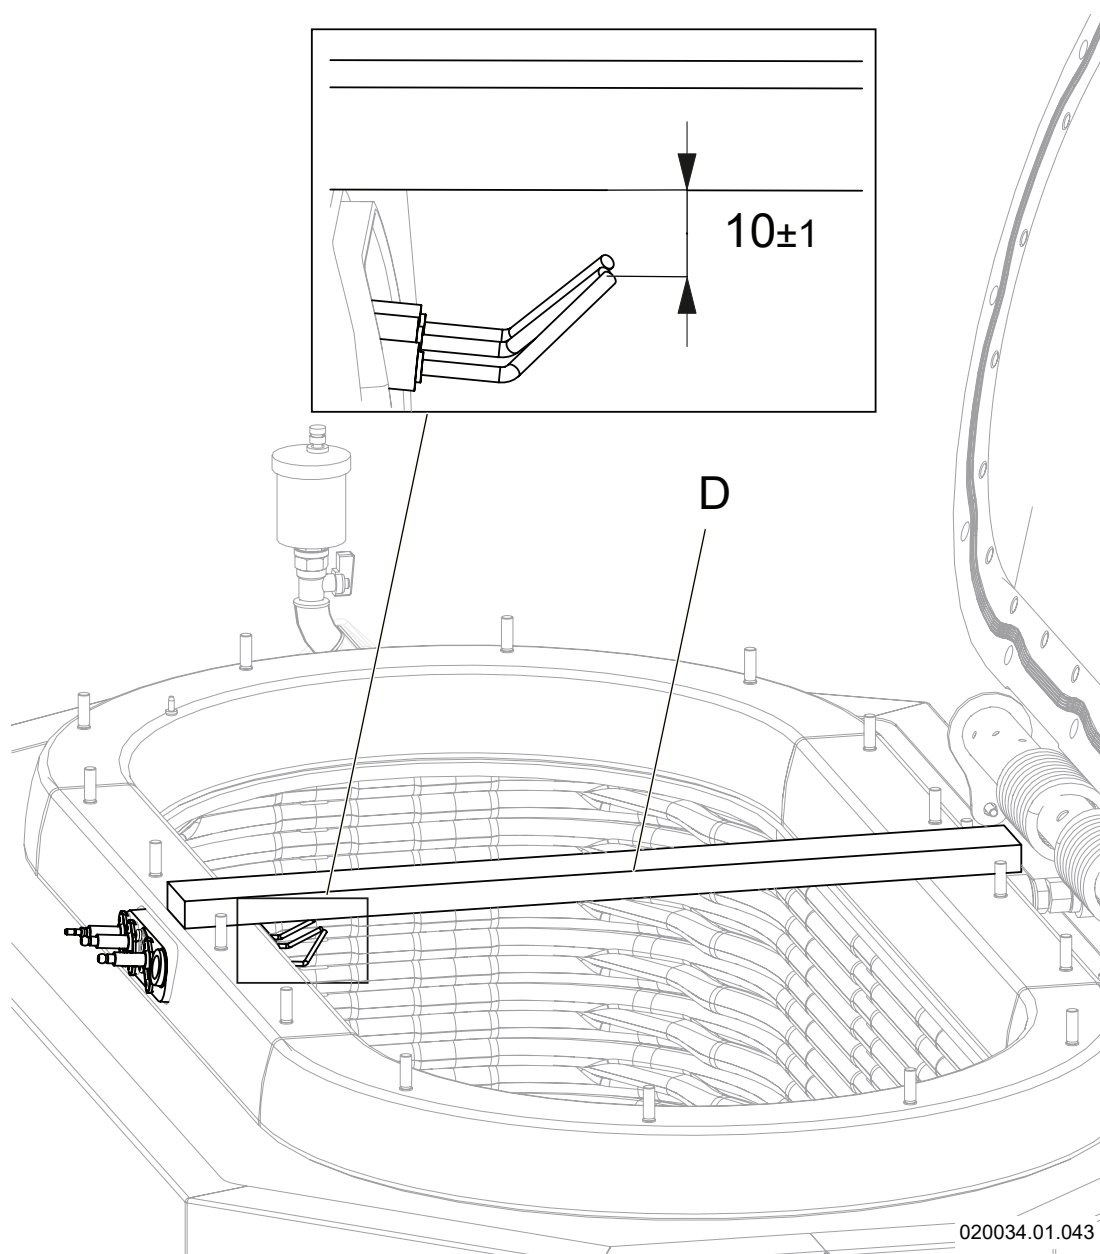

Figura 8-18 - Distanza in mm degli elettrodi di accensione e di rilevazione dal bruciatore
- 4.- posizionare un tubolare quadrato "D" o similare, sullo scambiatore (vedi Figura 8-18), assicurarsi che sia in piano e sopra agli elettrodi di accensione e rilevazione;
- 5.- verificare che la distanza degli elettrodi di accensione "A" - "B" e di rilevazione "C" dalla superficie del tubolare sia di 10 mm (Figura 8-18);